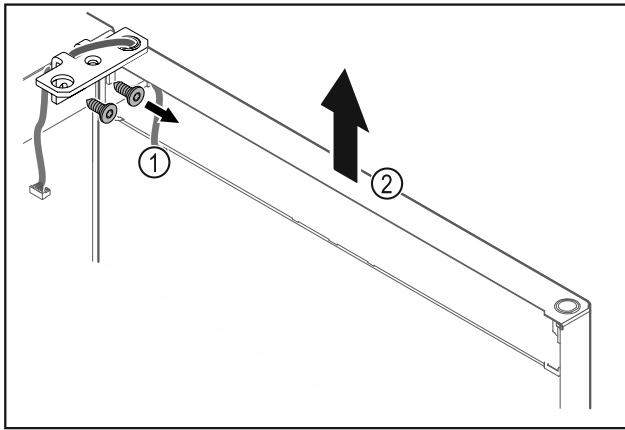

Fig. 23
- ▶ Scharnierhoek Fig. 23 (1) losschroeven.
- ▶ Deur inclusief scharnierhoek Fig. 23 (2) circa 200 mm recht omhoog tillen en verwijderen.